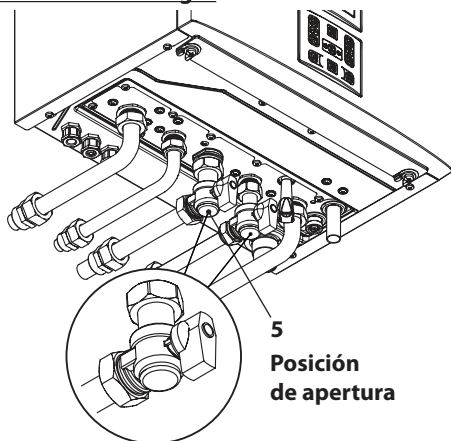

Figura 6.1
- Abra la llave del contador de gas y la de la caldera 5 en la Figura 6.1.